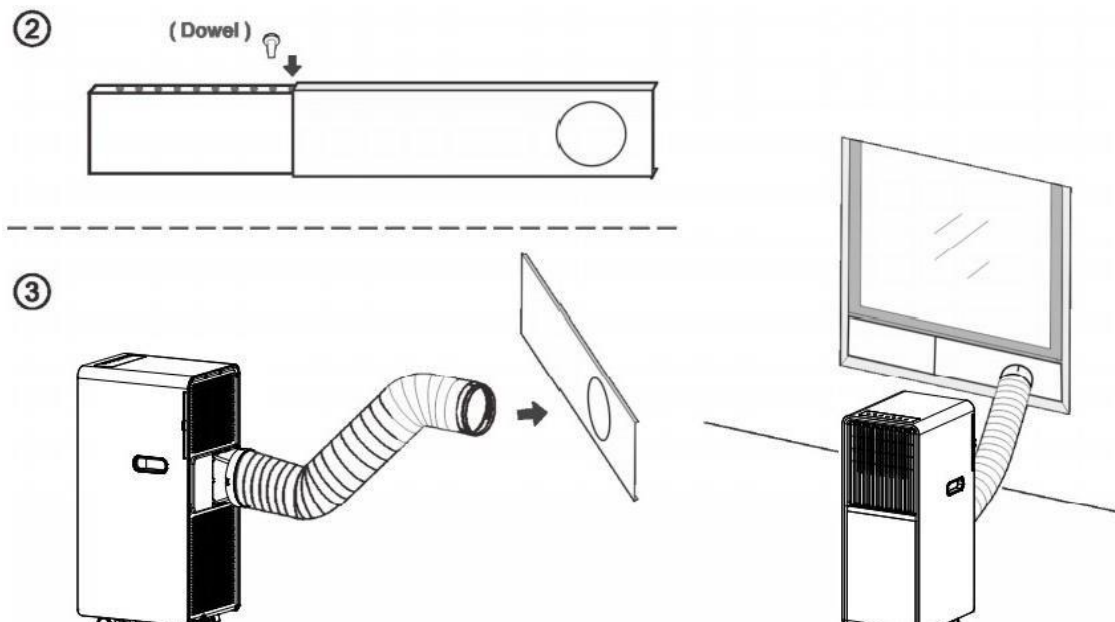

Figure 5b
3. Insérez le connecteur de fenêtre du tuyau dans l'ouverture correspondante de l'adaptateur de fenêtre (voir Figure 5b).